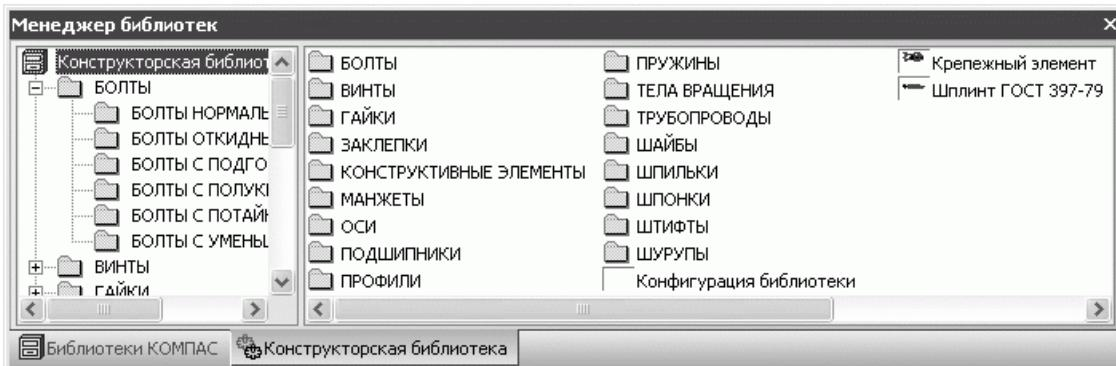
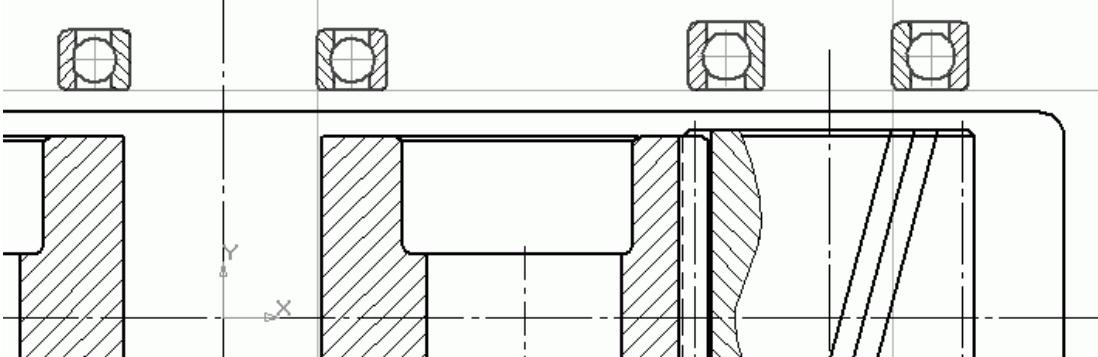

Рис. 2.88. Конструкторская библиотека
Рис. 2.89. Вставка и размещение подшипников
4. Теперь все готово для вставки подшипников. Причем это будет именно вставка! Вам не придется тратить время на то, чтобы искать в справочниках все размеры выбранных подшипников, после чего рисовать их вручную. КОМПАС-График располагает удобными средствами для автоматического размещения подшипников (и других элементов) на чертежах. Вызовите Менеджер библиотек, для чего воспользуйтесь одноименной кнопкой на панели инструментов Стандартная. Слева в окне менеджера щелкните на строке Машиностроение, а в появившемся списке справа дважды щелкните на пункте Конструкторская библиотека (рис. 2.88). Откроются доступные функции, которые содержит выбранная библиотека. Перейдите в раздел ПОДШИПНИКИ > ПОДШИПНИКИ ШАРИКОВЫЕ и дважды щелкните на элементе Подшипники ГОСТ 8338–75. В появившемся окне из раскрывающегося списка Диаметр d выберите диаметр вала для подшипников (напомню, для ведомого вала – 80 мм, для ведущего – 55 мм). Чтобы определить серию подшипника, выберите из списка Диаметр D внешний диаметр (для ведомого вала и легкой серии – 140 мм, для ведущего вала и средней серии – 120 мм). По очереди разместите по одному подшипнику на каждом валу, фиксируя их в точке пересечения оси вала с вспомогательной линией, ограничивающей маслоудерживающие кольца. После вставки изображения подшипников чертеж должен выглядеть как на рис. 2.89.